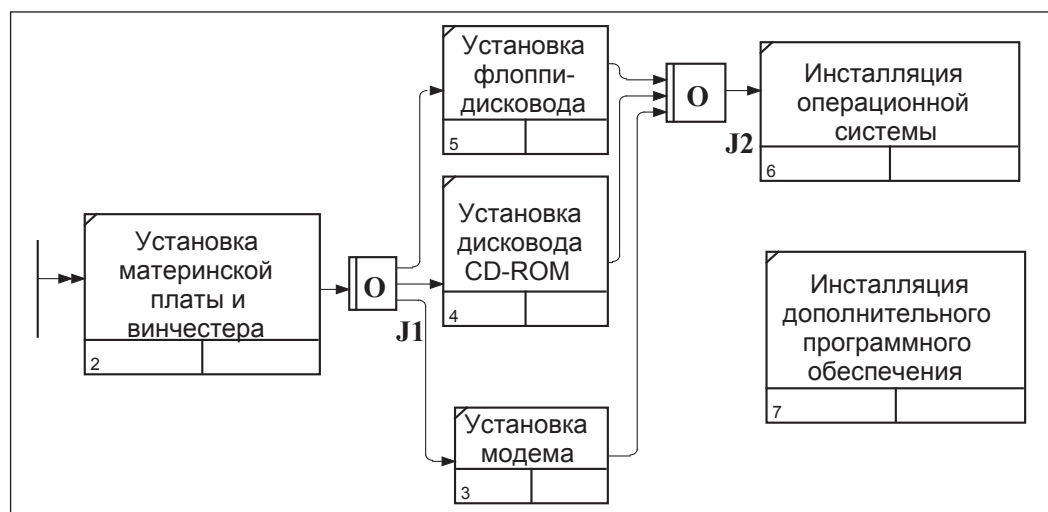

Рис. 7.3. Диаграмма IDEF3 после создания перекрестков
6. С помощью кнопки  на палитре инструментов внесите два перекрестка типа асинхронного «или» и свяжите работы с перекрестками, как показано на рис. 7.3.